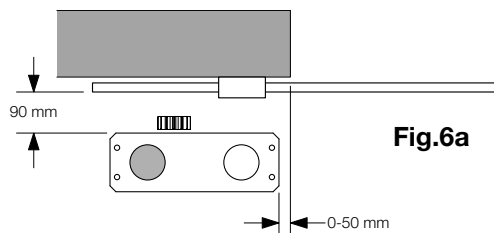

Fig.6a
Le positionnement de la plaque devra respecter les distances indiquées dans les figures 6a/b/c/d (vues de dessus):
- Fig. 6a installation avec moteur à gauche